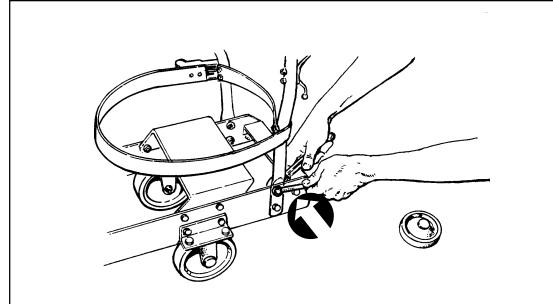

Figura 7
5. Fissare la maniglia al telaio del veicolo utilizzando i quattro bulloni da 5/16-18 e i dadi in nyloc forniti, quindi montare il cavo di alimentazione del motore. Vedere la Figura 7. Serrare i dadi che fissano le ruote di ribaltamento in posizione, quindi montare le fascette di supporto del gruppo di aspirazione, come mostrato nella Figura 7.